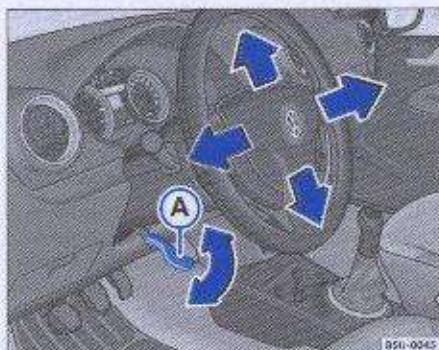

Fig. 96 Ajuste de la columna de dirección
- Desplace hacia abajo la palanca \Rightarrow fig. 96 A, ubicada debajo de la columna de dirección $\rightarrow \Delta$.